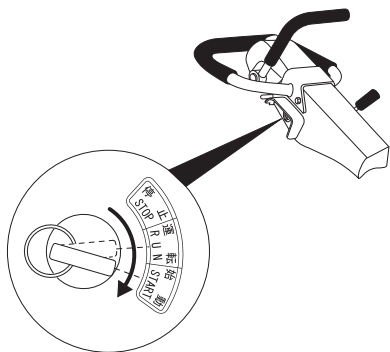

Figure 40. Interrupteur d'allumage (START (DÉMARRER))
5. Continuer à tourner la clé dans le **sens horaire** jusqu'à la position **START (DÉMARRER)** (Figure 40). Quand le moteur a démarré, relâcher la clé. Au fur et à mesure que le régime du moteur augmente, le signal sonore s'arrête.